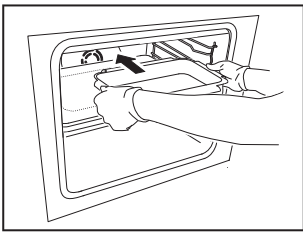

Fig. 4
1. Utilisez vos deux mains pour placer le récipient de cuisson sur la plaque à induction (Fig. 4).